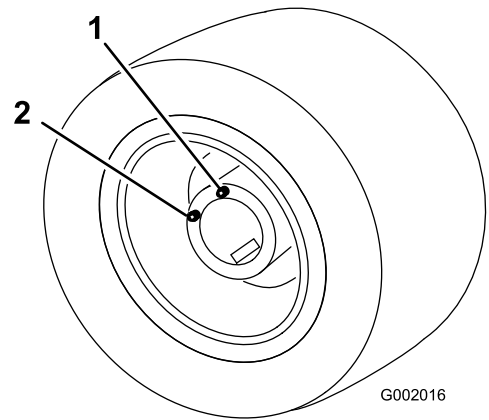

図 50
5. 今度は点検/ドレンプラグが 図 50の位置 (補給位置) にくるように駐車する。